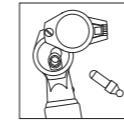

fig.4
1. Austausch der Lampe (Abb.4)